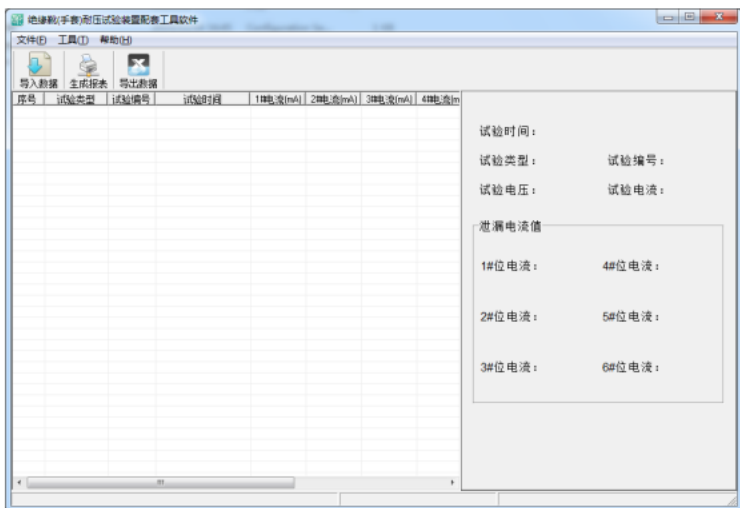

图 5.2 软件界面
1. 双击  JYXTEST.exe，运行绝缘靴(手套)耐压测试仪配套上位机软件，如图 5.2 所示。